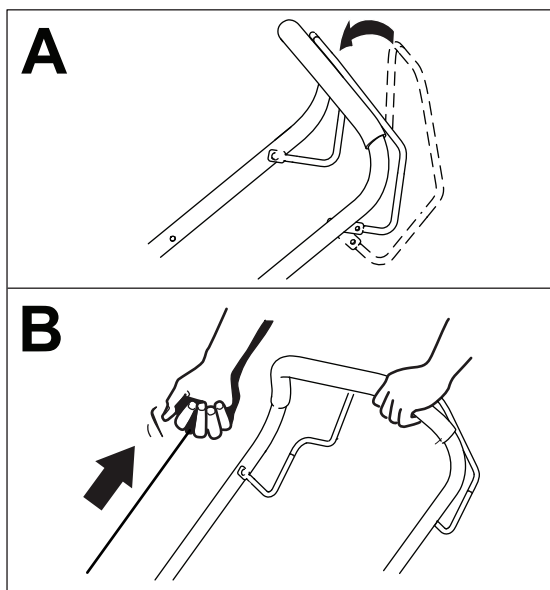

Figura 13
6. Sujete la barra de control de las cuchillas contra el manillar (Figura 13, A).
7. Desde el motor, tire del arrancador de retroceso (Figura 13, B).